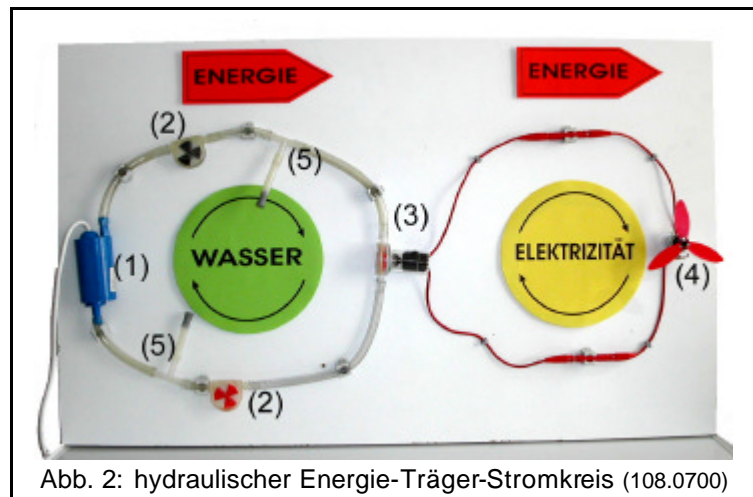
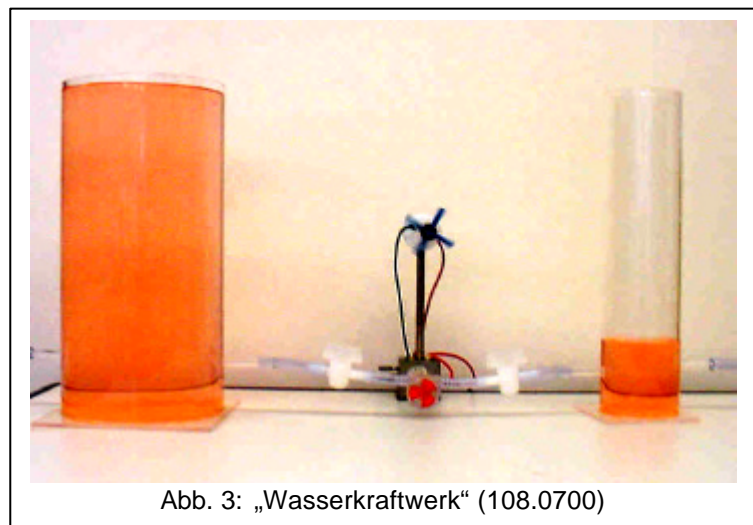

Abb. 2: hydraulischer Energie-Träger-Stromkreis (108.0700)
Abb. 3: „Wasserkraftwerk“ (108.0700)
Ein allgemeiner *Energiebegriff* wird eingeführt: immer wenn sich etwas bewegt, wenn etwas geheizt wird, ... wird Energie benötigt, die Energie kommt immer irgendwo her, geht immer irgendwo hin. Außerdem werden z.B. mithilfe des hydraulischen Energie-Träger-Stromkreises (Abb. 2) oder des in Abbildung 3 dargestellten „Wasserkraftwerks“ die Begriffe **Energie und Energieträger** differenziert und die zentrale Regel formuliert: Energie und Träger können immer dann klar voneinander unterschieden werden, wenn sie *verschiedene Wege* nehmen.
In Abbildung 2 strömt das Wasser von einem Behälter in den anderen, die Energie wird jedoch von der Turbine vom Wasser abgeladen und strömt danach mit der Elektrizität zum Motor, zum Propeller. Detaillierte Ausführungen sind in [1] und in der Betriebsanleitung zum hydraulischen Energieträgerstromkreis zu finden.
- Beschreibe die Entsprechungen und die Unterschiede des hier aufgebauten „thermischen Kraftwerks“ und der in Abbildung 3 und 4 dargestellten „Wasserkraftwerke“.